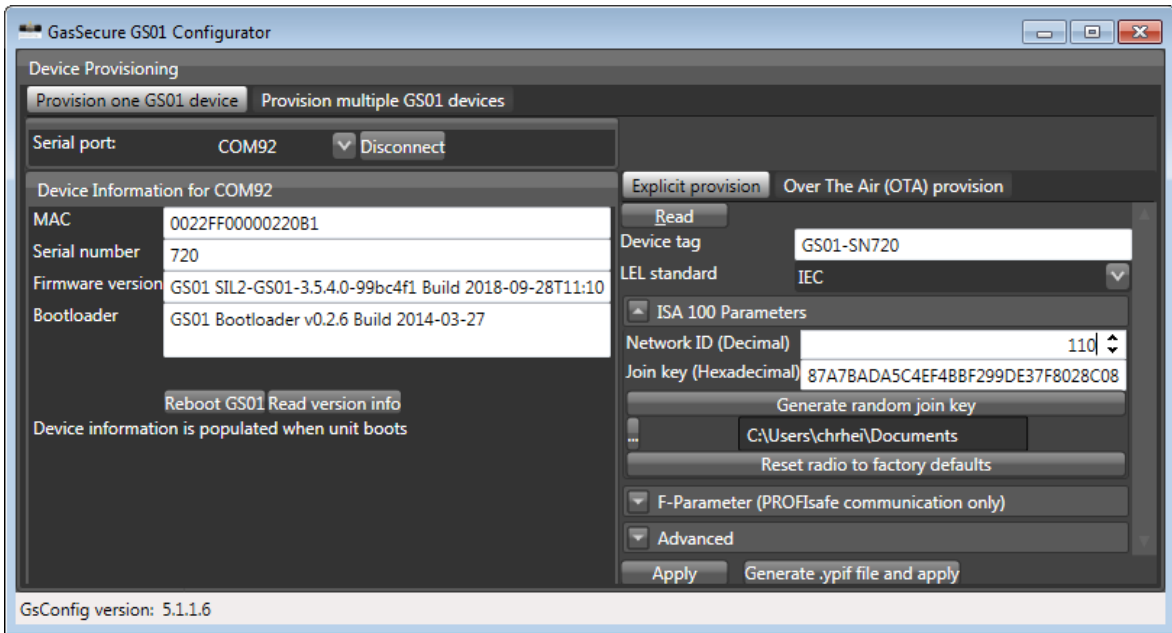

Figure 3-1 : Outil de configuration GS01
- b) Lancez l'outil de configuration GS01 et sélectionnez le port COM correspondant. Conservez le mode par défaut « Provision one GS01 device ». Appuyez sur le bouton « Connect » et vérifiez que les informations sur l'appareil sont affichées, cf. Figure 3-1. Appuyez sur le bouton « Read version info » si les informations sur l'appareil ne s'affichent pas automatiquement. Appuyez sur le bouton « Read » afin d'afficher l'état actuel de provisioning de l'appareil. Conservez « Explicit provision ».
- c) Saisissez la balise de l'appareil5 et l'ID du réseau demandé en format décimal6, cf. Figure 3-1.
- b) Lancez l'outil de configuration GS01 et sélectionnez le port COM correspondant. Conservez le mode par défaut « Provision one GS01 device ». Appuyez sur le bouton « Connect » et vérifiez que les informations sur l'appareil sont affichées, cf. Figure 3-1. Appuyez sur le bouton « Read version info » si les informations sur l'appareil ne s'affichent pas automatiquement. Appuyez sur le bouton « Read » afin d'afficher l'état actuel de provisioning de l'appareil. Sélectionnez « Over The Air (OTA) provision ».